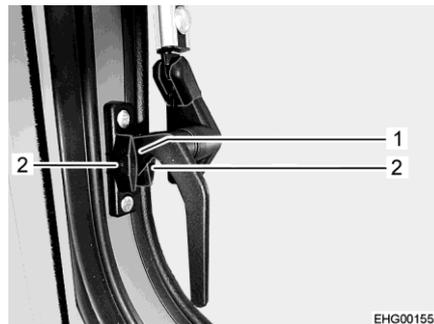

Fig. 40 Leva di serraggio, laterale (posizione "Aerazione continua")
- Ruotare le leve di serraggio laterali di un quarto di giro verso il basso. Nel mentre, inserire il nasello di chiusura (Fig. 40,1) tra le due metà del bloccetto di bloccaggio.